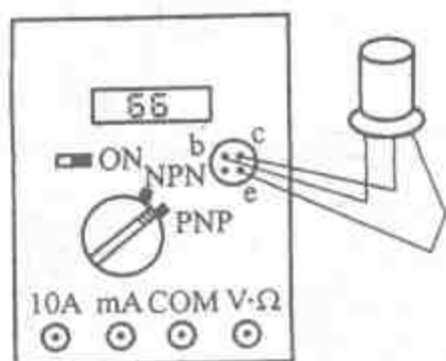

图 1-24 用数字万用表测量晶体管 h_{FE}
(7) 线路通、断的检查。将量程开关拨至蜂鸣器挡, 红黑表笔分别插入 “V· Ω ” 和 “COM” 插口。若被测线路电阻低于 “20 Ω ”, 蜂鸣器发出叫声, 则说明线路接通。反之, 表示线路不通或接触不良。注意, 被测线路在测量之前应关断电源。
(8) 二极管的测量。将量程开关拨至二极管符号挡, 红表笔插入 “V· Ω ” 插孔, 黑表笔插入 “COM” 插口, 将表笔尖接至二极管两端。数字式万用表显示的是二极管的压降。正常情况下, 正向测量时, 锗管应显示 0.150 ~ 0.300V, 硅管应显示 0.550 ~ 0.700V, 反向测量时为溢出 “1”。若正反测量均显示 “000”, 说明二极管短路; 正向测量显示溢出 “1”, 说明二极管开路。
(9) 晶体管 h_{FE} 的测量。根据晶体管的类型, 把量程开关拨到 “PNP” 或 “NPN” 挡, 将被测管子的 e、b、c 极分别插入 h_{FE} 插口对应的孔内, 显示器便显示管子的 h_{FE} 值, 如图 1-24 所